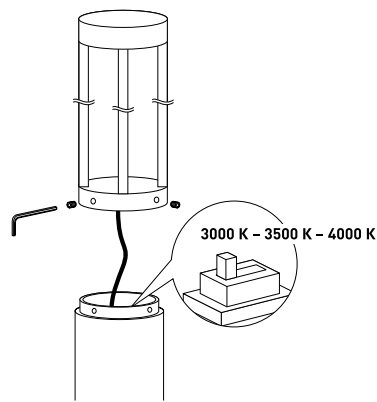

Рис. 4. Установка цветовой температуры
- 3.7. Для изменения цветовой температуры необходимо выполнить следующие действия (рис. 4):